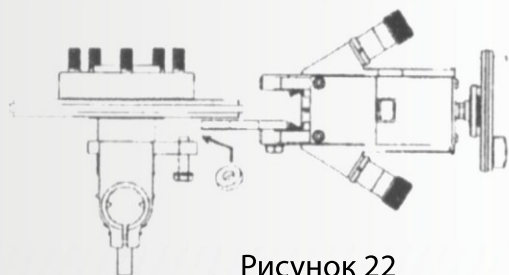

Рисунок 22
1. Установите CL-801 в требуемое положение (рис.22 и 23).